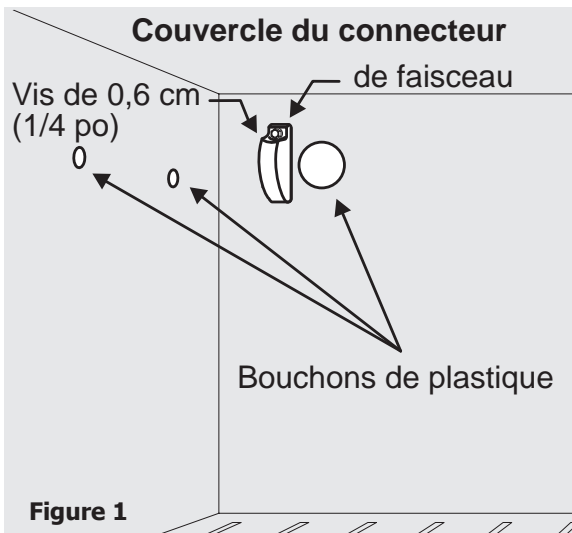

Figure 1
4. Utilisez un couteau à mastiquer en plastique pour enlever les bouchons qui se trouvent dans le compartiment congélateur. (Voir la figure 1.)
5. Enlevez le couvercle du faisceau de fils situé à l'endroit où la machine à glaçons sera branchée, en retirant la vis à tête hexagonale de 6,4 mm (1/4 po). (Voir la figure 1.)